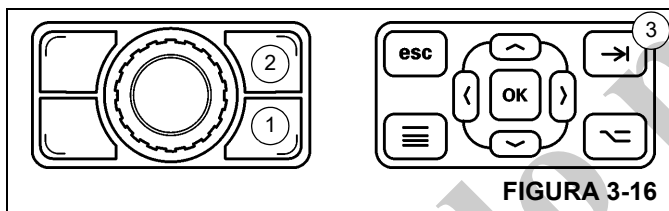

FIGURA 3-16
- Oprima el botón de cambio de pantalla (1, Figura 3-16) en el cuadrante selector para seleccionar el control de pantalla del RDM.
- Pulse el botón de tabulación (3, Figura 3-16) en el panel de control de navegación de RDM.